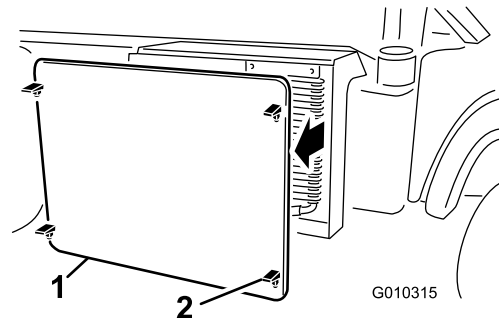

Figura 52
- Desengate e retire o filtro do radiador da frente do radiador (**Figura 52**).